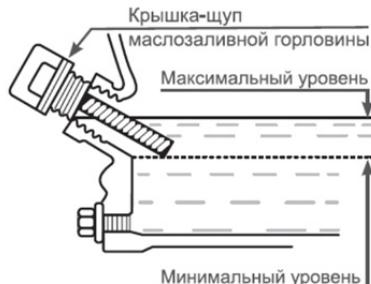

Рис. 12 Проверка уровня масла в картере
4. Установите крышку-щуп в отверстие горловины, не закручивая (Рис. 12).
Максимальный уровень масла в картере соответствует нижней кромке заливного отверстия (Рис. 12).
При недостаточном уровне масла в картере необходимо долить чистое масло до верхней отметки на щупе, что соответствует нижней кромке заливного отверстия (Рис. 12).
3. Протрите щуп насухо и вставьте в отверстие горловины, не закручивая (Рис. 12).
- При недостаточном уровне масла в картере необходимо долить чистое масло до верхней отметки на щупе, что соответствует нижней кромке заливного отверстия (Рис. 12).